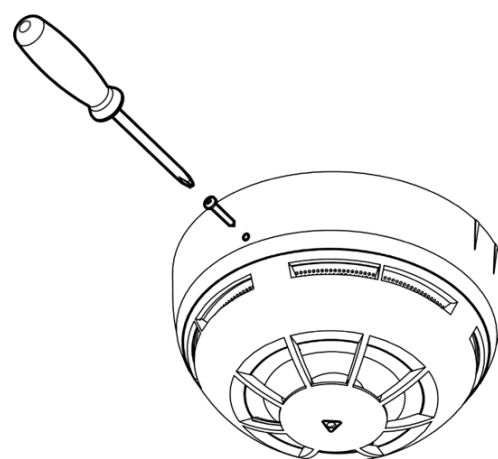

Рисунок 4
5.4 Кабельные вводы устанавливаются в выламываемые отверстия в базе (см. Рисунок 4).